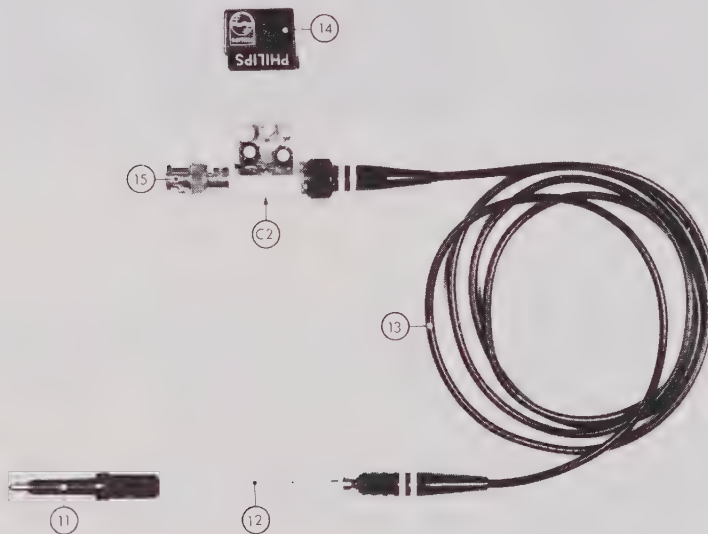

Bild 1.11. Ausbau des Tastkopfs
Ausbau des Tastkopfs (Bild 1.11.)
Ausbau der Kompensationsdose (Bild 1.11.)
1.4.5.1. Mechanische Teile (siehe Bild 1.11. und 1.12.)